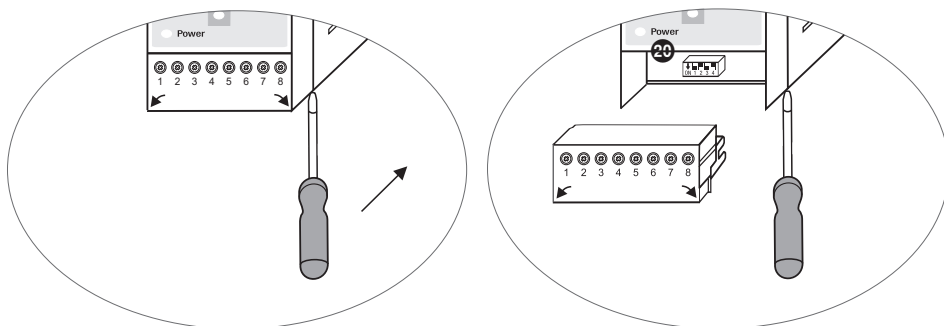

Рис. 14
- Снять **нижнюю** клеммную панель. **Рис. 14**